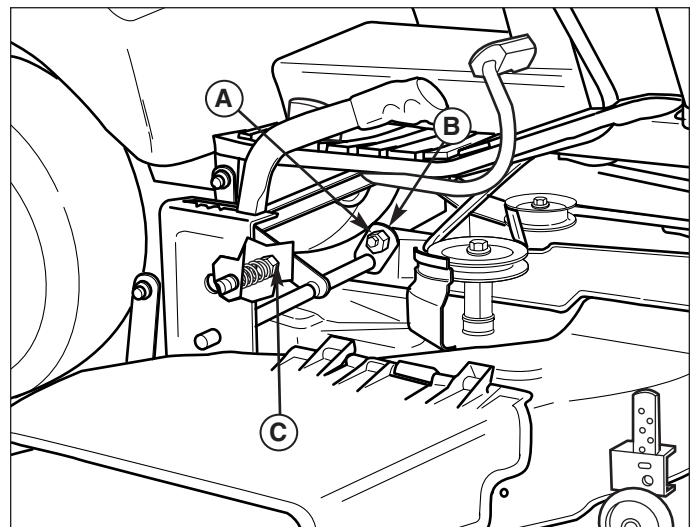

Figure 30. Ecrou de réglage pour la mise à niveau longitudinale (97 cm, 112cm)
- Voir la Figure 30. Desserrez l'écrou extérieur (A) et tournez l'écrou excentrique (B) pour lever ou abaisser l'arrière de la plate-forme. Quand la plate-forme de la tondeuse est à niveau, tenez en place l'écrou excentrique pendant que vous serrez l'écrou extérieur.
REMARQUE : Si la manette de la tondeuse sort du support de hauteur de coupe, tournez l'écrou de réglage (C, Figure 30) dans le sens des aiguilles d'une montre pour augmenter la tension du ressort. NE PAS serrer l'écrou jusqu'au bout au point que le ressort n'ait plus suffisamment de jeu pour fonctionner.